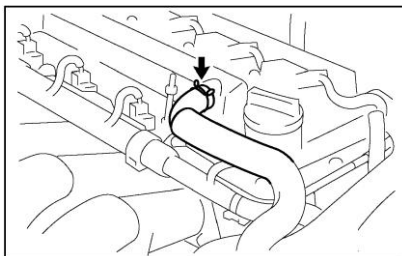

Рисунок II-53
4. Отсоединить шланг вентиляции картера. (см. *Рисунок II-53*)